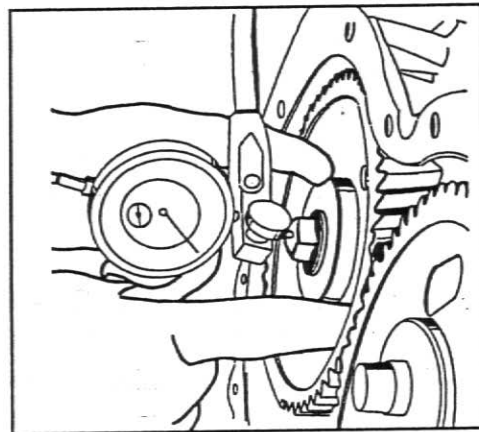

Fig. 18
13. Verifique a folga axial da árvore de comando das válvulas com relógio microcomparador. Folga padrão: 0,10-0,41 mm de 0,004 - 0,016 pol, fig.18.